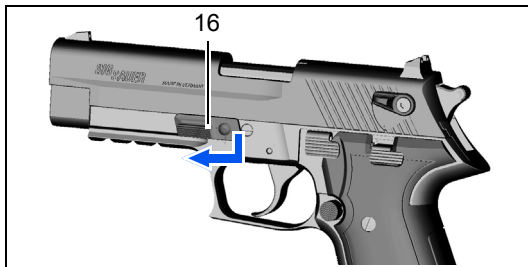

Abb. 14
6. Entriegelungshebel **16** um 180° drehen, bis er nach vorne zeigt (siehe Abb. 14).